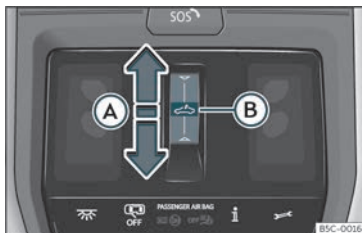

Fig. 87 Dans le ciel de pavillon : touche du toit ouvrant.
- Mouvement automatique : faites glisser le doigt vers l'arrière de la zone fonctionnelle  >>> **fig. 87** **A**.
- Dans les 5 secondes après avoir activé la fonction anti-pincement, faites glisser le doigt vers l'avant de la zone fonctionnelle >>> **fig. 87** **Ⓐ** et maintenez-le appuyé jusqu'à ce que le toit ouvrant soit entièrement refermé.